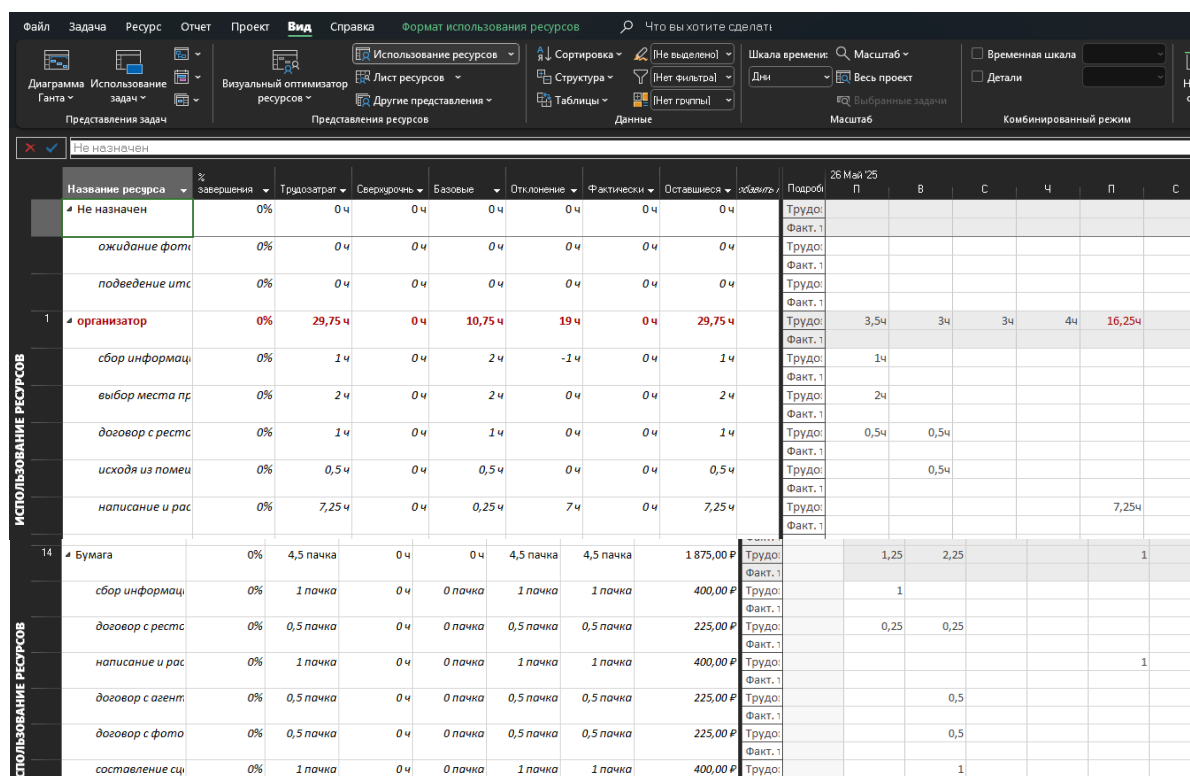

Рис. 24. Представление Использование ресурсов
Представление *Использование ресурсов* изображено на рис. 24.
- 1) в левой таблице красным цветом шрифта отмечается суммарная строка перегруженного ресурса (*Организатор* на рис. 24);
В первом случае в столбец *Единицы* вводится число, которое не зависит от длительности задачи. Указанное число единиц распределяется по всему периоду задачи в соответствии с установленным профилем загрузки. График распределения отображается в представлениях *Использование задач* и *Использование ресурсов* как трудозатраты материального ресурса. На рис. 24 виден график потребления бумаги, назначенной в объеме 1 пачки для постановки задачи. Поскольку постановка задачи длится 10 дней, ее потребление составляет 0,1 пачки в день.